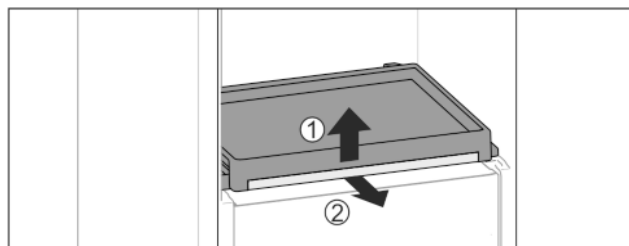

Fig. 37
- ▶ Vyjměte vysouvací přihrádku se skleněnou deskou: Skleněnou desku vpředu lehce nadzvedněte Fig. 37 (1) a vytáhněte dopředu Fig. 37 (2).